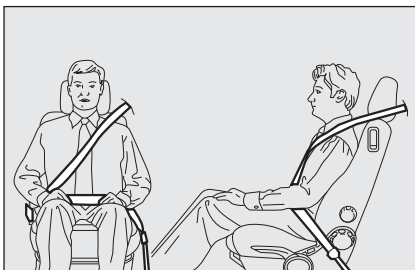

fig. 6
*Il nastro della cintura non deve essere attorcigliato. La parte superiore deve passare sulla spalla e attraversare diagonalmente il torace. La parte inferiore deve aderire al bacino **fig. 6** e non all'addome del passeggero. Non utilizzare dispositivi (mollette, fermi, ecc.) che tengano le cinture non aderenti al corpo degli occupanti.*